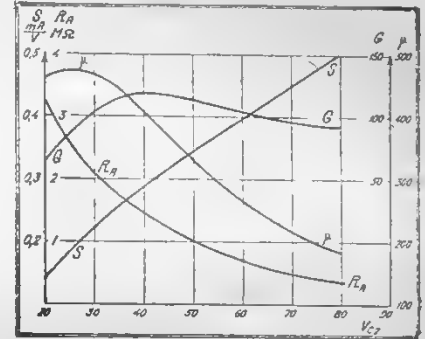

Рис. 5. Изменение основных параметров пробных ламп с з. с.
Для лампы с з. с. из большого разнообразия возможных условий ее работы можно считать нормально заданными ток накала, анодное напряжение и начальный смещающий потенциал первой сетки. При этом в зависимости от потенциала второй защитной сетки параметры лампы будут изменяться. На рис. 5 представлено изменение основных параметров (μ и S), а также добротности (G) для двой из пробных ламп ЦРЛ, а на рис. 9 — для американской лампы CX-322. На основании таких кривых можно подобрать постоянный потенциал защитной сетки. Он берется или в соответствии с точкой максимального значения добротности, или несколько больше, чтобы иметь повышенное значение крутизны без большого падения коэффициента усиления.